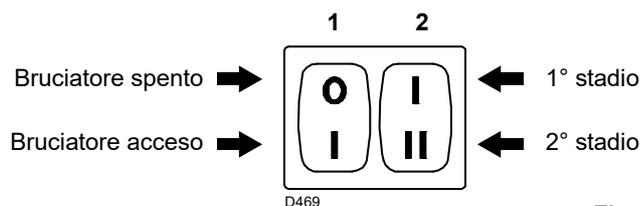

Fig. 27
- l'interruttore 1)(Fig. 27) in posizione "Bruciatore acceso";
- l'interruttore 2)(Fig. 27) in posizione "1° stadio".
Mettere ora l'interruttore 2)(Fig. 27, pag. 25) in posizione 2° stadio: il servomotore aprirà la serranda aria e, contemporaneamente, aprirà pure la farfalla del gas a 90°.
Mettere l'interruttore 2)(Fig. 27, pag. 25) in posizione 1° stadio: il servomotore 1) chiuderà la serranda aria e, contemporaneamente, chiuderà pure la farfalla del gas fino a 15°, cioè fino alla regolazione fatta in fabbrica.
- Se bisogna aumentarla, passare in 2° stadio azionando l'interruttore 2)(Fig. 27, pag. 25) ed aumentare un poco l'angolo della leva arancio con piccoli spostamenti successivi, cioè portarsi dall'angolo 15° a 17° - 19°....
- Spegnerne il bruciatore agendo sull'interruttore 1)(Fig. 27, pag. 25);